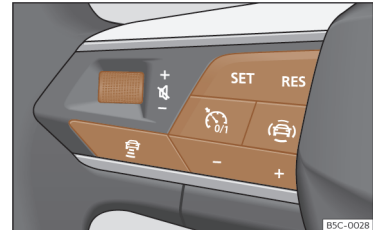

Fig. 171 Pe volanul multifuncțional: butoanele ACC
Automobilul dumneavoastră dispune de ACC dacă are un meniu de configurare în sistemul infotainment»» pagina 97 și dacă are butoanele funcționale ACC pe volanul multifuncțional»» fig. 171.
- Pentru a începe reglarea, apăsați butonul **SET** >>> **fig. 171**.
Pentru a programa viteza, apăsați butoanele + sau - >>> **fig. 171** până la atingerea vitezei dorite. Viteza se reglează în intervale de 10 km/h (5 mph).
- Apăsați butonul și apoi butonul + sau - >>> **fig. 171**.